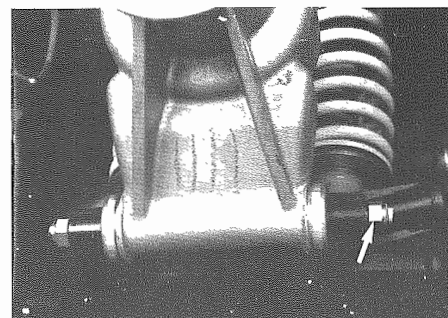

Fig. 11 - Dadi fissaggio portamozzo
- Smontare il portamozzo dal braccio sospensione (**Fig. 11**). Riporre con ordine rondelle boccole e rasamenti.
- Take out hub holder from suspension arm (**Fig. 11**). Place on order washers, bushes and shims.